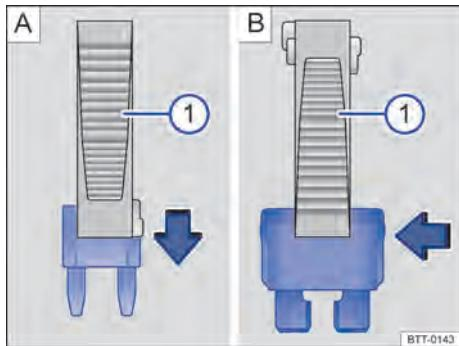

Fig. 156 Remover ou instalar um fusível usando a garra da pinça de plástico ①.
- Se necessário, retirar a pinça de plástico da cobertura da caixa de fusíveis → Fig. 156 ①.
- Em caso de fusíveis pequenos, encaixar a garra ① por cima → Fig. 156 A.
- Em caso de fusíveis maiores, empurrar a garra ① lateralmente sobre o fusível → Fig. 156 B.
- Caso o fusível esteja queimado, substituir o fusível por um novo da mesma intensidade (mesma cor e inscrição) e do mesmo tamanho → ①.